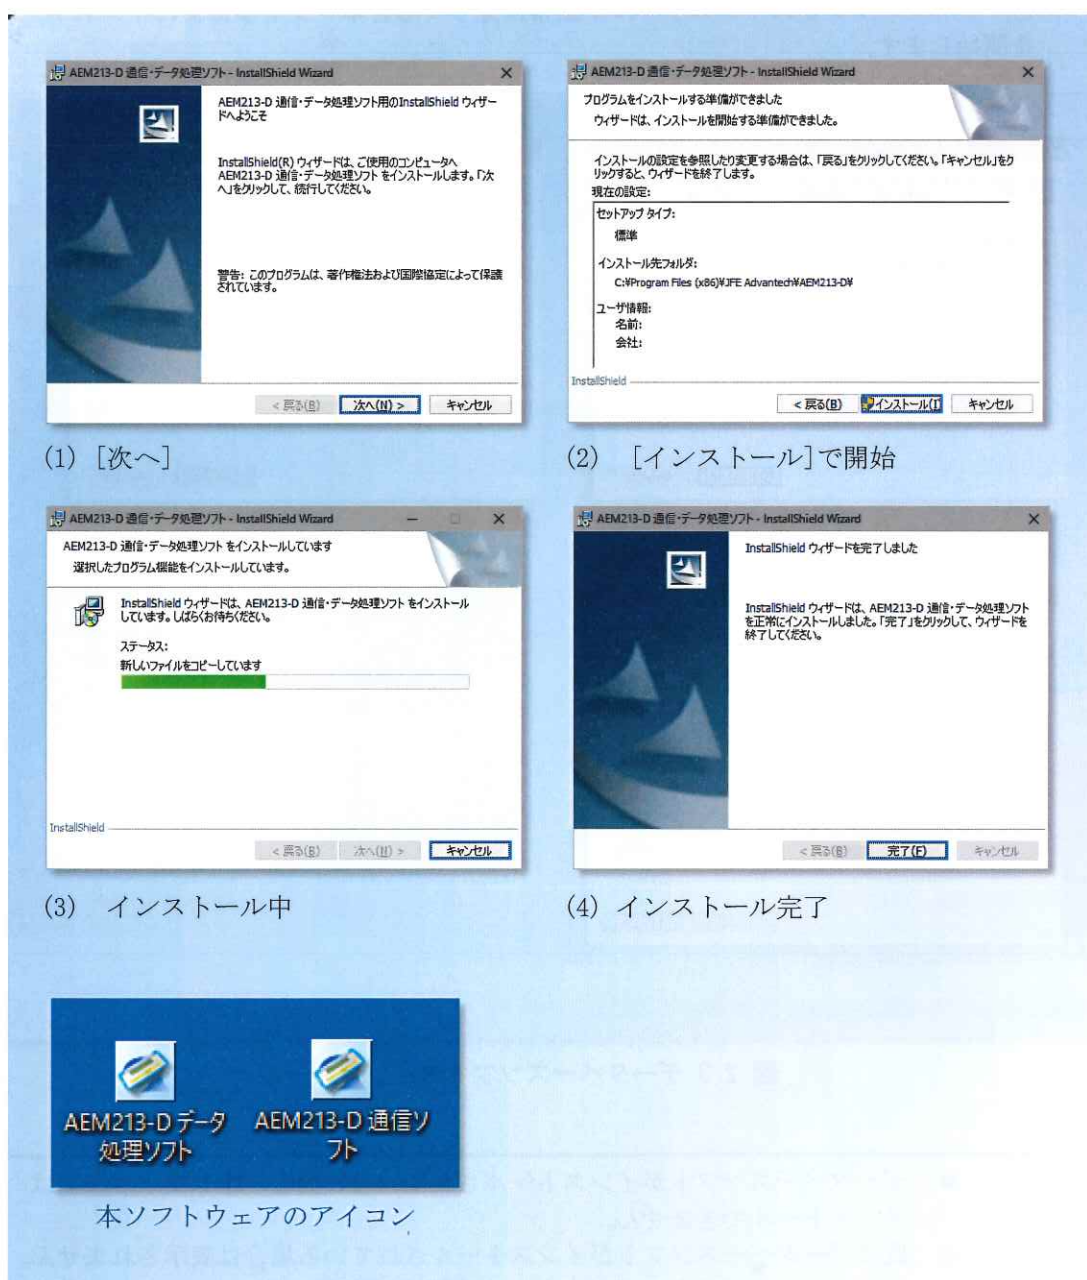

図 2.4 インストール時のガイダンス
- (5) 下記の順序で画面が表示されますので指示にしたがってインストールしてください。インストールが完了すると、デスクトップとスタートメニューの“JFE Advantech”内に本ソフトウェアのアイコンが作成されます。(図 2.4)